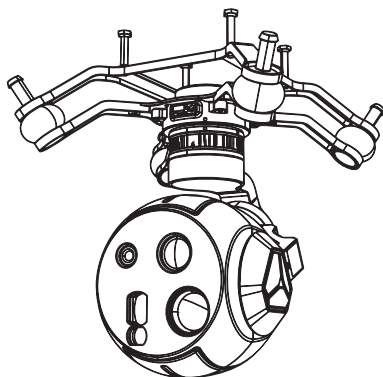

Figura 7
- Coloque el sensor sobre el soporte, alineándolo cuidadosamente según su eje de referencia (*Figura 7*).